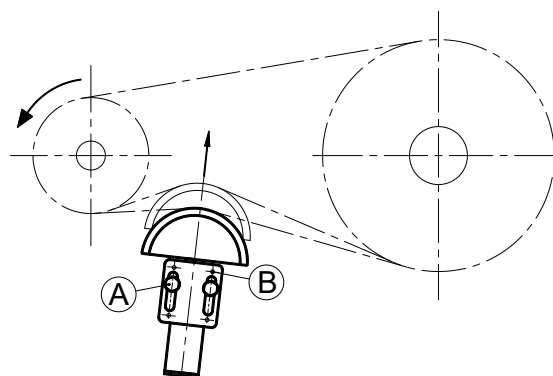

Рис. 1 / fig 1
На одной из двух сторон корпуса коробки также есть четыре выемки, которые можно использовать в качестве меток, если пользователь хочет просверлить корпус, чтобы усилить фиксацию натяжителя штифтами или винтами M6, расположение (B) на рис. 1.
Ten Bloc tensioners are fixed to the structure of the machine by M8 screws, positioning (A) of figure 1, that are put in slots with length 9mm present on the body.
On one of the two sides of the box body there are also four hollows that can be used as marks if the user want to drill the body in order to increase the fixing of the tensioner by pins or M6 screws, positioning (B) of figure 1.